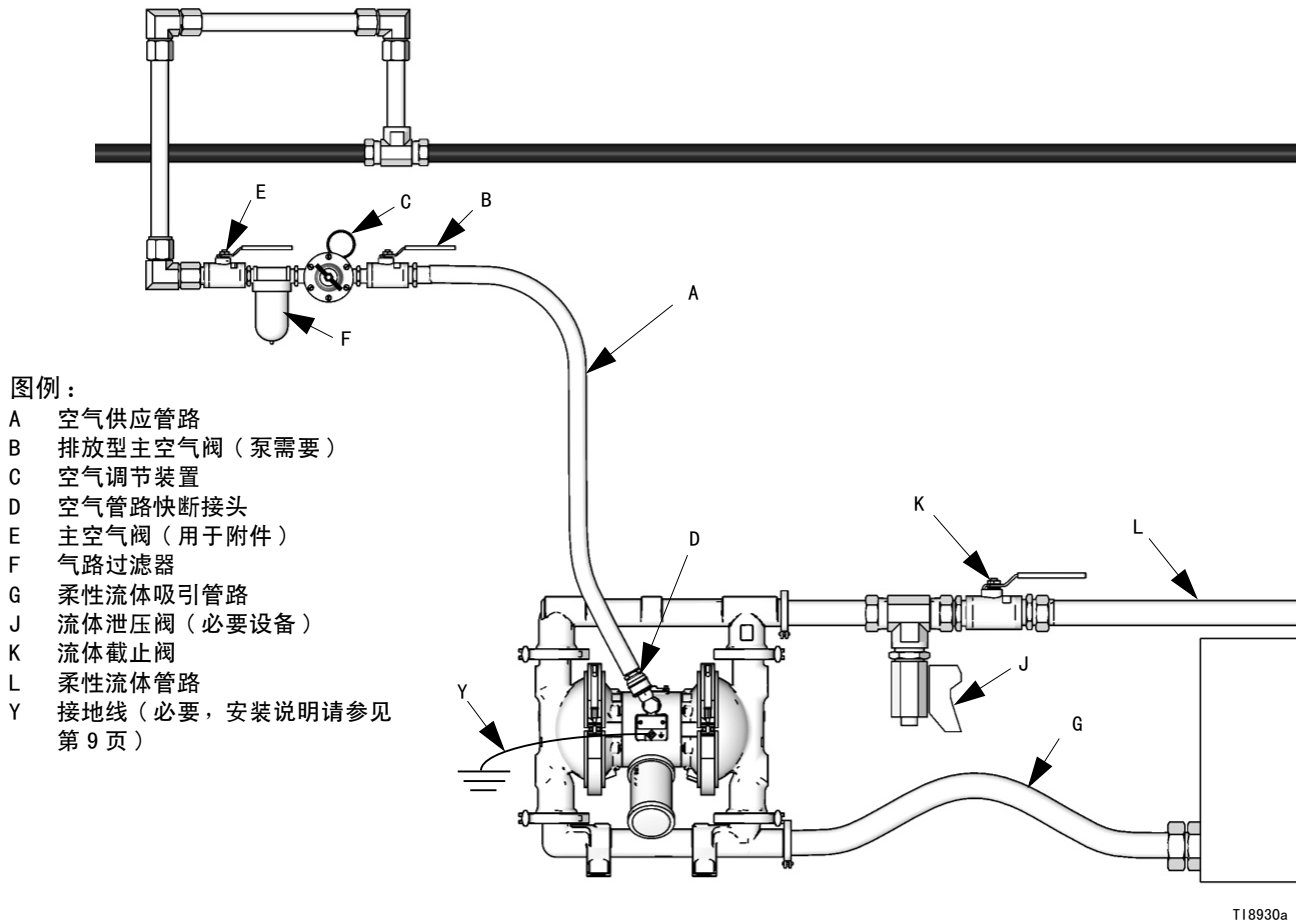

图 2 典型的地面安装
<p>系统应配备一个排放型主空气阀 (B)，以释放该阀与泵之间的残留空气。残留空气会导致泵意外运行，并因而引发严重的伤害，如飞溅到眼睛内或皮肤上、移动零件造成的伤害或有害流体造成的污染。见图 2。</p>
1. 按图 2 所示安装空气管路的附件。将这些附件安装在墙上或支架上。应确保连接附件的空气管路已接地。
- a. 安装空气调节装置 (C) 和压力表以控制流体压力。流体出口压力将与空气调节装置的设定值相同。
- b. 将一个排放型主空气阀 (B) 安装在靠近泵的位置并用作释放残留空气。请参见上述警告。将另一个主空气阀 (E) 安装在所有气路附件的上游，并将其作为清洗和维修隔离之用。
- c. 气路过滤器 (F) 清除压缩气源中的有害脏污和湿气。
<p>需要一个流体排放阀 (J) 以释放软管堵塞时的压力。排放阀能降低严重受伤的危险，其中包括泄压时飞溅到眼睛内或皮肤上，或者有害流体造成的污染。将该阀安装在靠近泵流体出口的位置。见图 2。</p>
1. 使用柔性接地流体软管 (L)。
3. 将流体泄水阀 (J) 装在流体出口附近。请参见上述警告及图 2。
4. 将截止阀 (K) 安装在流体出口管路中。